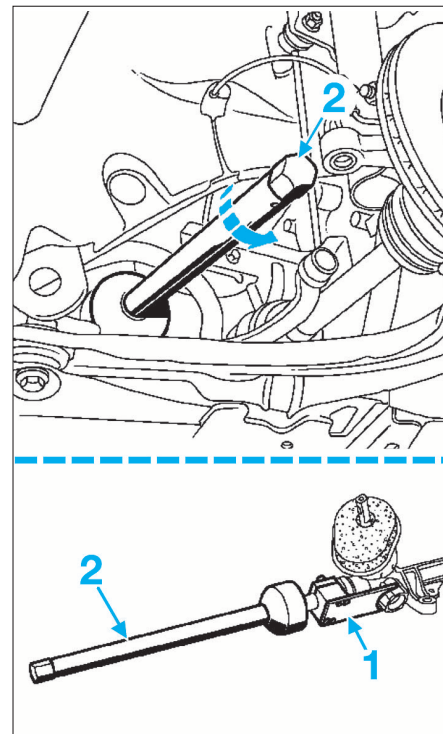

FIG. 13
- Mettre en place l'outil (1) (Renault Dir. 1741) de blocage sur la crémaillère, côté pignon (Fig.13).
- Desserrer la biellette de direction à l'aide de l'outil (2) (Renault Dir. 1305-01).
- serrer la rotule axiale de la biellette à 8 daN.m en s'aidant de l'outil Renault Dir. 1305-01 (2) (Fig.13).